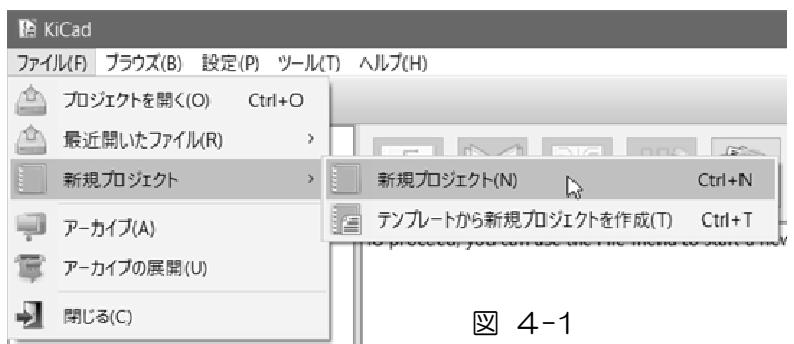

図 4-1
① メニューバー「ファイル」→「新規プロジェクト」→「新規プロジェクト」と進みます。 図 4-1